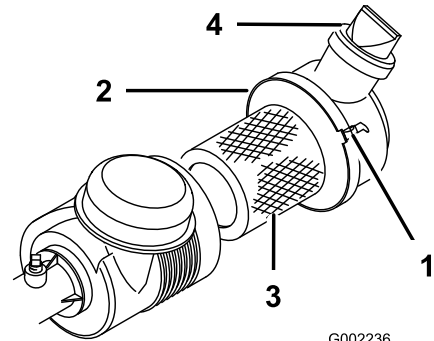

图39
检查空气滤清器壳体是否有可能导致空气泄漏的损坏。确保防尘盖紧密密封在空气滤清器上。更换损坏的空气滤清器壳体。每次使用之前挤压阀（图39）、清除灰尘和杂物。每使用 100 小时后均需维护空气滤清器。
3. 松开空气滤清器箍带（用于将空气滤清器盖紧固到空气滤清器壳体上）、从壳体上拆下盖子（图39）。
7. 箍紧箍带（图39）。
4. 装回盖子、使阀门朝下、然后使用箍带箍紧盖子（图39）。